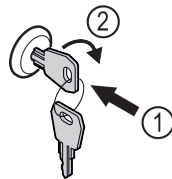

Fig. 176
- Schlüssel hineindrücken. Fig. 176 (1)
- Schlüssel um 90° im Uhrzeigersinn drehen. Fig. 176 (2)